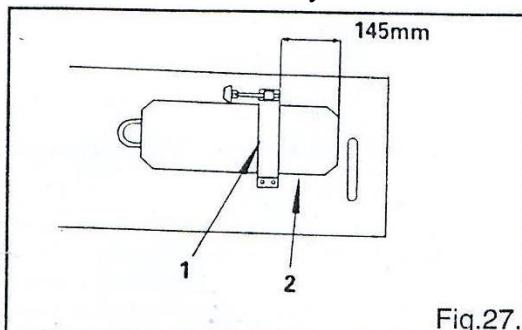

Fig.27.
23. Установка коленоподъемника (Рис. 27, 28, 29) (2053/53A/63)
1. Замечание: для вышивания горизонтальное расстояние можно регулировать в любых пределах между минимумом и максимумом, можно установить вертикальное расстояние на «0». Можно сконструировать и установить коленоподъемник таким образом, чтобы с его помощью управлять смещением иглы (Рис. 27, 29).